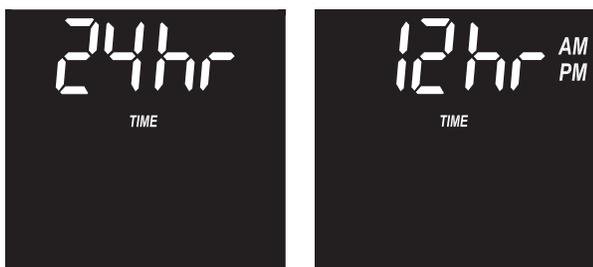

FIG. 32
3. Une fois l'affichage apparu, appuyez sur le bouton SELECT et un de ces deux écrans de la Figure 32 va apparaître.